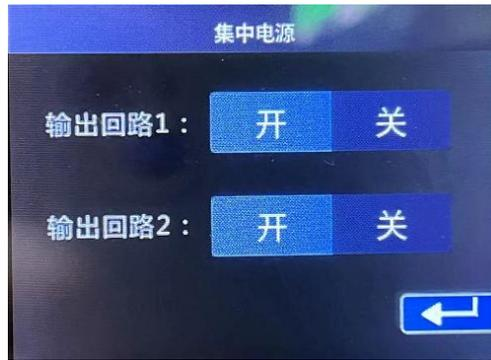

图 9
⑤ 在主页面点击“控制”按键，弹出如下图 9 所示界面，通过该界面，可以关闭和打开 EPS 控制板的输出回路；点击“回车”按键可回到主页面。